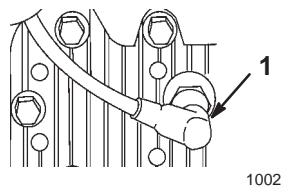

Figure 28
2. Débrancher la bougie (Fig. 28).
2. Déposer la bougie (Fig. 28).
3. Retirer la bougie (Fig. 28) et faire tourner le moteur rapidement à l'aide du lanceur pour chasser l'excès d'huile du cylindre.